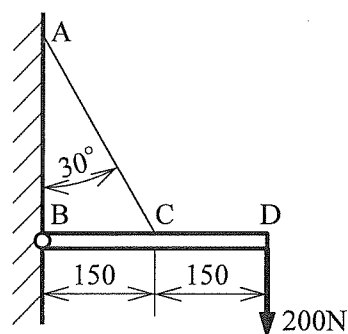

図3
- (6) 図3のように、回転端Bで棒BDを水平に支えるために、棒の midpoint CをロープACで支えている。壁とロープのなす角が  $30^\circ$  である。棒の端Dに  $200\text{N}$  の荷重が加わるとき、ロープに働く張力の大きさを求めなさい。ただし、 $\sin 30^\circ = 0.500$ ,  $\cos 30^\circ = 0.866$  とする。(8点)